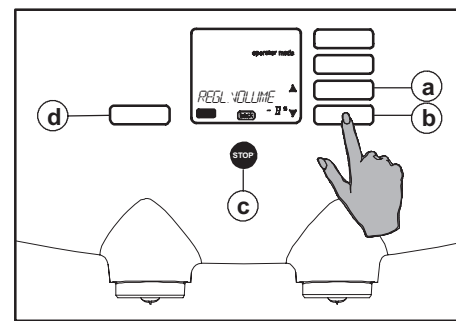

Fig. 70 Définition +/- nombre %
4. Appuyez sur le bouton Enter (fig. 70 d). L'écran affiche le pourcentage défini (fig. 70).
5. Avec les boutons de défilement $\updownarrow$ (fig. 70 a ou b), sélectionnez le volume souhaité.
6. Appuyez sur le bouton Enter (fig. 70 d) pour confirmer le paramètre.
7. Appuyez ensuite sur le bouton Stop (fig. 70 c) pour quitter la programmation.